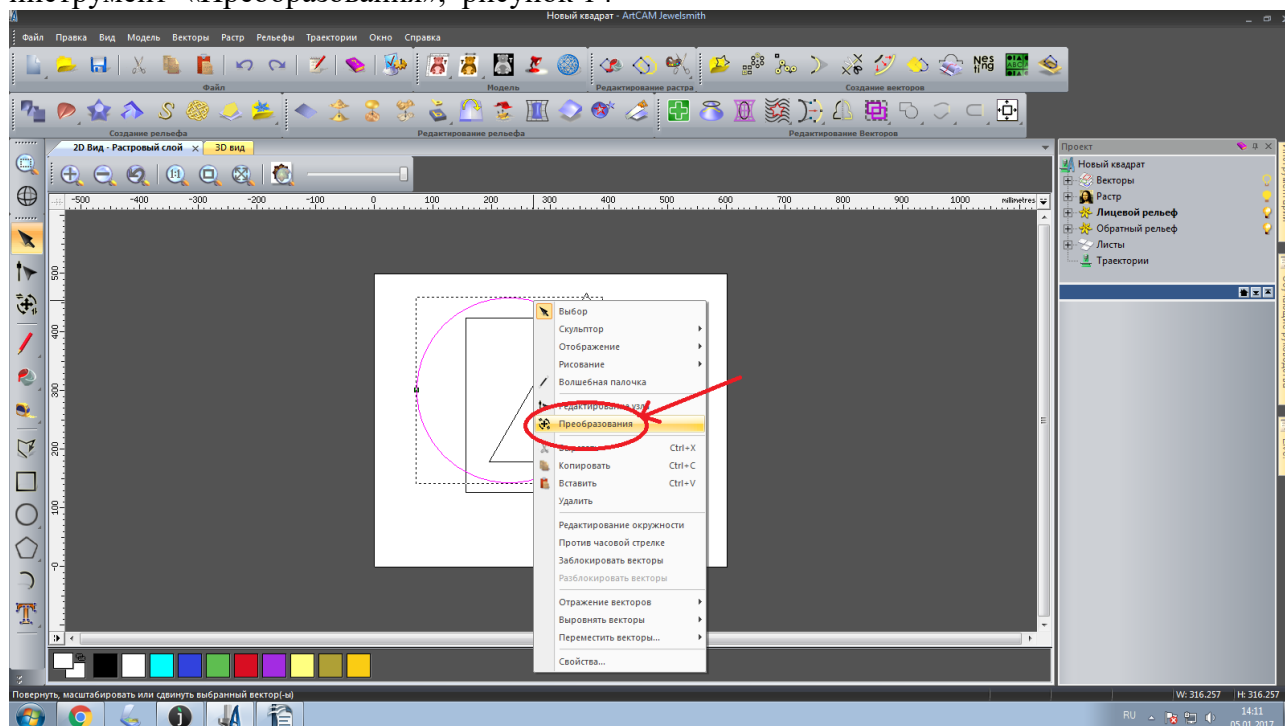

Рисунок 14. «Преобразования»
15. Щелкните правой клавишей мыши на круг, после чего в выпадающем списке выберите инструмент «Преобразования», рисунок 14